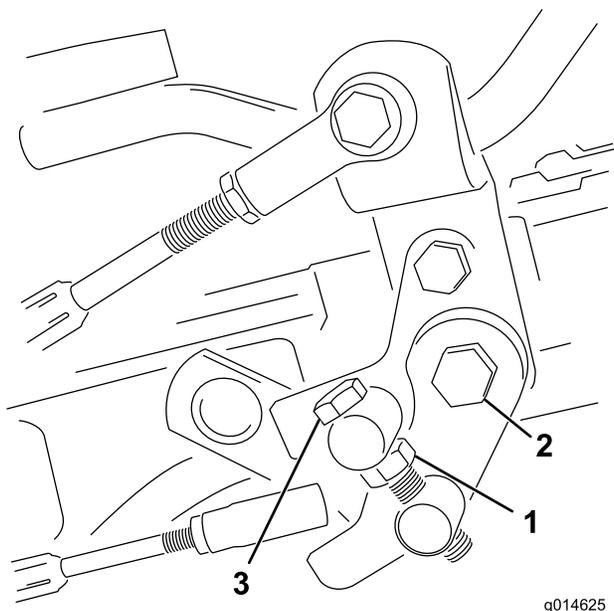

Bild 55
- Ziehen Sie die Sicherungsmutter an der Drehzapfenkopfschraube und die Mutter am Pedalgelenk fest, um die Einstellung zu arretieren (Bild 55). Prüfen Sie die Einstellung und nehmen Sie ggf. eine weitere Einstellung vor.